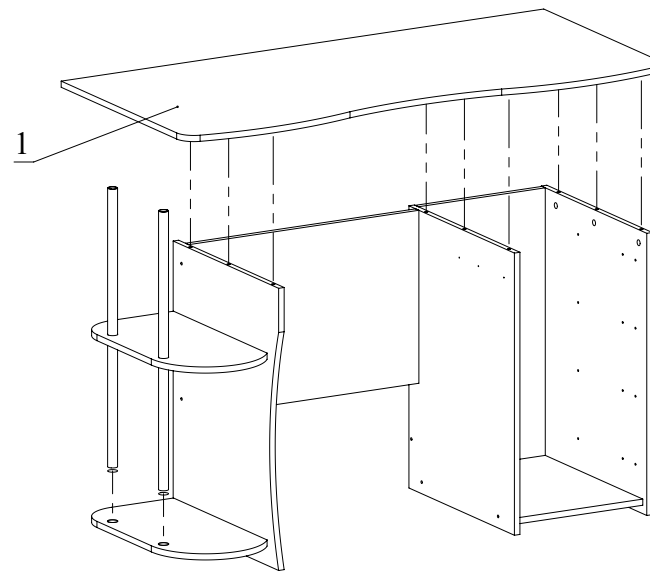

Рис.7
8. Вставьте трубы во фланцы на полках 8. Установите столешницу на полученную конструкцию и затяните головки минификс (Рис. 7).